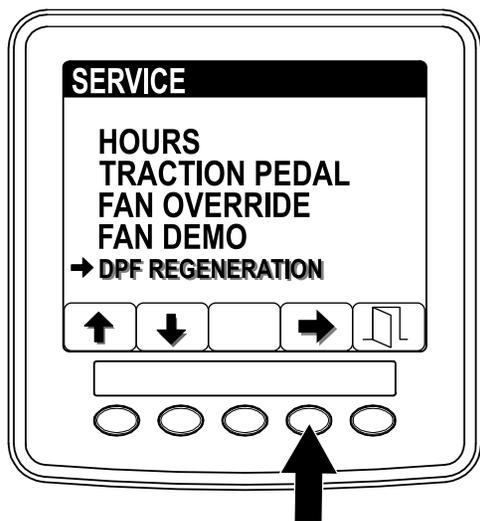

Figura 4
1. Acceda al menú Service (Servicio) y pulse los botones 1 o 2 para desplazarse hacia abajo, hasta la opción DPF REGENERATION (Regeneración de DPF) (Figura 4).
2. Pulse el botón 4 para seleccionar la opción DPF Regeneration (Regeneración de DPF) (Figura 4).